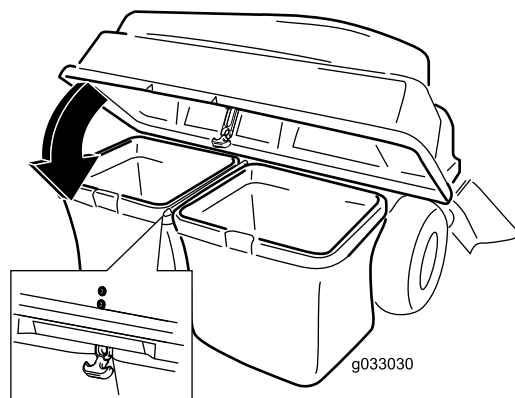

Figura 23
5. Baje la tapa del ensacador sobre las bolsas (Figura 23).
6. Sujete la tapa con el cierre (Figura 23).